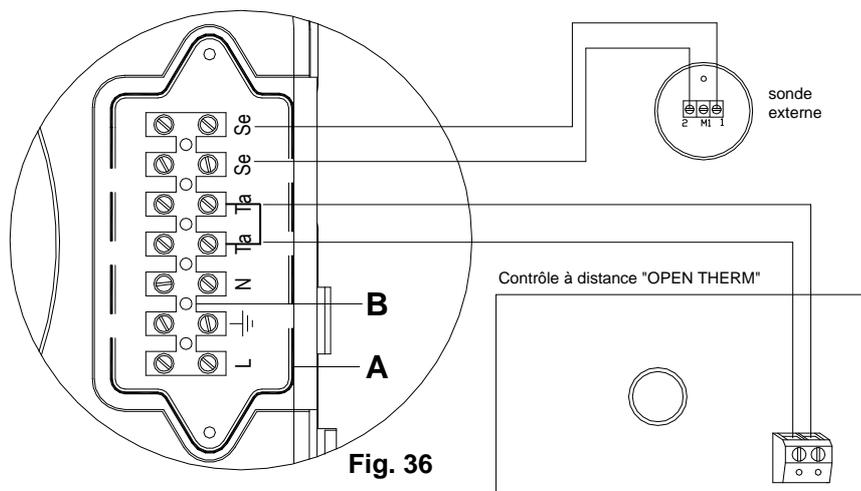

Fig. 36
- dévisser les vis et retirer la plaquette A (voir fig.36).